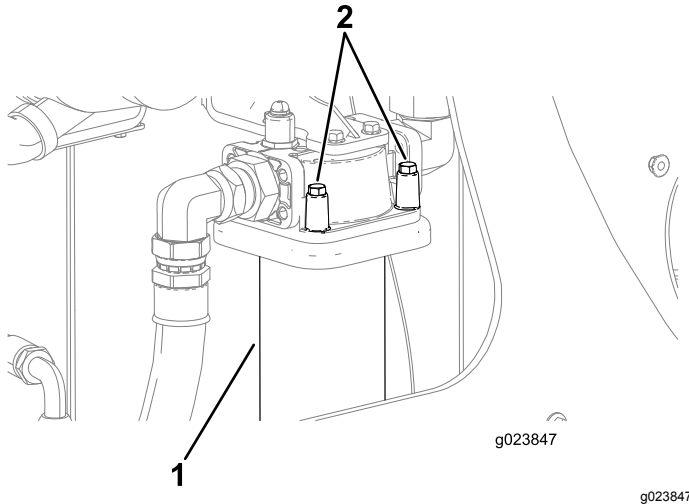

Bild 123
3. Stellen Sie eine Auffangwanne oder legen Sie mehrere Lappen unter den Ladefilter (**Bild 123**).
4. Halten Sie eine Hand unter den Hydraulikrücklauffilter und entfernen die vier Schrauben, wie in **Bild 123** abgebildet.
7. Fluchten Sie den neuen Hydraulikrücklaufilter mit der Stelle aus, an der er sitzt, und ziehen Sie die vier Schrauben an (**Bild 123**).